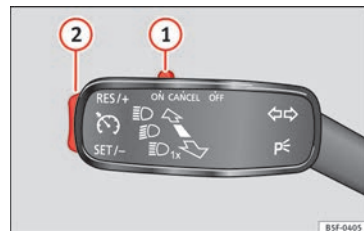

Fig. 47 À esquerda da coluna de direção: interruptor e comandos de utilização do GRA.
- Ligar o GRA: desloque o interruptor »» Fig. 47 ① até **ON**. O sistema está ligado. O sistema não regula por não ter qualquer velocidade programada.
- Ativar o GRA: pressione o botão »» Fig. 47 ② na zona **SET/-**. A velocidade atual é memorizada e regulada.
- Desligar o GRA temporariamente: desloque o interruptor »» Fig. 47 ① até **CANCEL** ou pise o travão. A regulação é desativada temporariamente.
- Ligar novamente o GRA: pressione o botão »» Fig. 47 ② em **RES/+**. A velocidade memorizada é guardada e regulada novamente.
- Aumentar a velocidade programada durante a regulação de GRA: pressione o botão ②
- Reduzir a velocidade programada durante a regulação de GRA: pressione o botão ② em **SET/-** para reduzir 1 km/h (1 mph). A velocidade reduz até atingir a nova velocidade memorizada.
- Desligar o GRA: desloque o interruptor »» Fig. 47 ① para **OFF**. Desliga-se o sistema e a velocidade memorizada apaga-se.